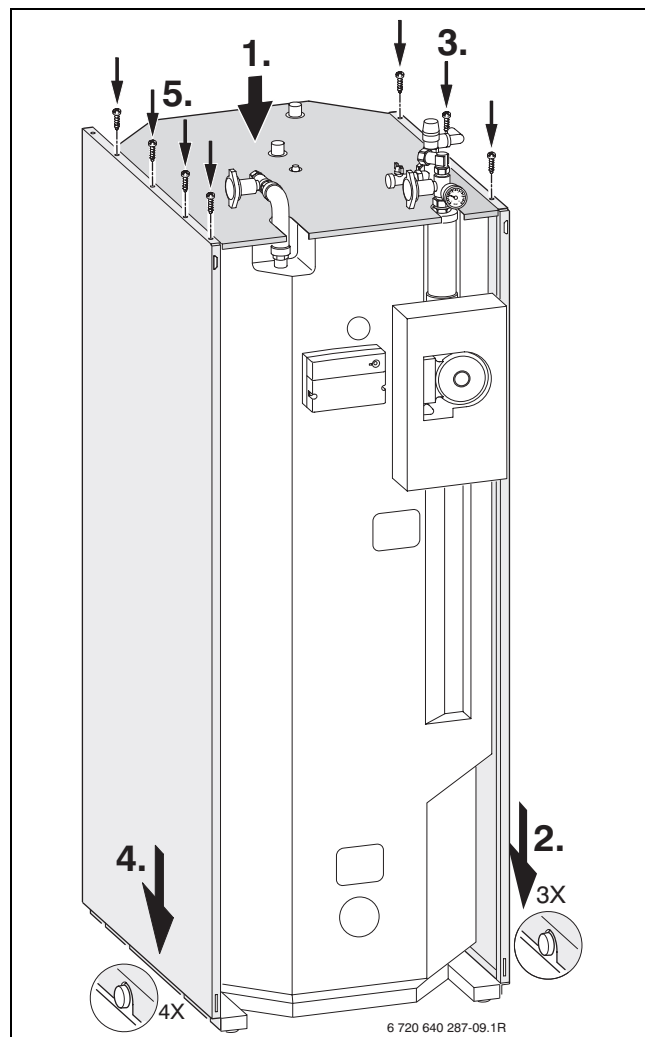

Fig. 9 Esempio: montaggio del mantello laterale con disposizione del bollitore a SX.
- ▶ Con **disposizione del bollitore a SX**, montare il mantello laterale come mostrato in fig. 9.